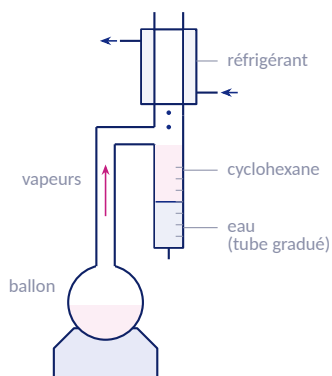
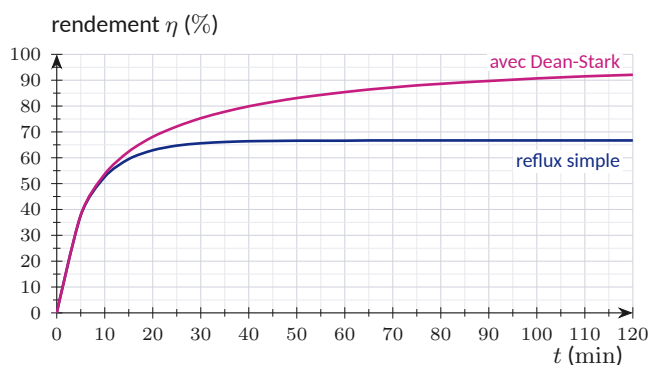

Figure 1 — Montage de Dean-Stark
Figure 2 — Rendement en ester au cours du temps
On chauffe à reflux $n_1 = 0,500$ mol d'acide éthanóïque et $n_2 = 0,500$ mol de butan-1-ol dans du cyclohexane, en présence d'acide sulfurique : $\text{CH}_3 - \text{COOH} + \text{C}_4\text{H}_9 - \text{OH} \rightleftharpoons \text{CH}_3 - \text{COO} - \text{C}_4\text{H}_9 + \text{H}_2\text{O}$, de constante d'équilibre $K = 4,0$. Dans le montage de Dean-Stark (figure 1), les vapeurs d'eau et de cyclohexane se condensent dans le réfrigérant et tombent dans un tube gradué où les deux liquides, non miscibles, *décantent* : l'eau s'accumule en bas du tube, le cyclohexane déborde et retourne au ballon. La figure 2 compare le rendement obtenu avec ce montage et avec un reflux simple.
- 2.1** Lire sur la figure 2 le rendement final de chaque expérience. Pour le reflux simple, exprimer le quotient de réaction Q_r puis montrer, à l'aide de K , que l'avancement final vaut $x_f = 0,333 \text{ mol}$; comparer à la lecture graphique.